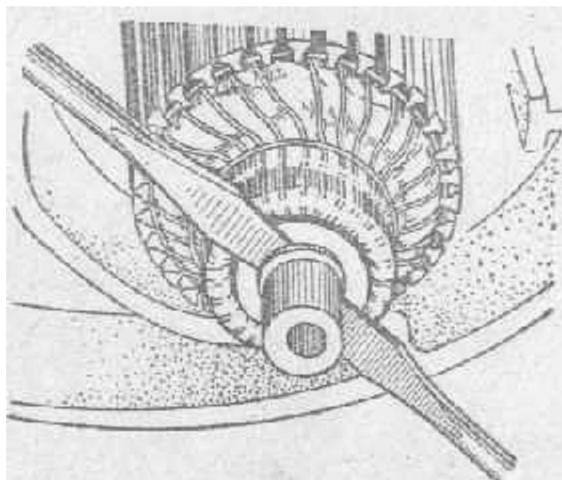

Рис. 89. Снятие кулачка
5. Вывернуть ключом ( $S = 10$  мм) болт крепления якоря на цапфе коленчатого вала и, поддев кулачок двумя отвертками (рис. 89), снять его.